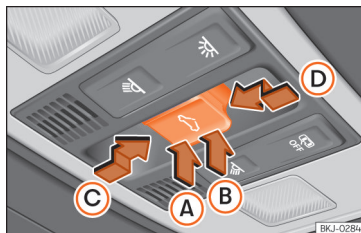

Fig. 60 No revestimento interior do teto: botão do teto de vidro.
O botão Fig. 60 tem dois níveis. No primeiro nível pode colocar-se o teto na posição defletora, abrir ou fechar total ou parcialmente.
- Antes que decorram aproximadamente 5 segundos desde a ativação da função antientalamento, pressione o botão **C** >>> **Fig. 60** até ao segundo nível no sentido da seta **D** até que o teto se feche completamente.